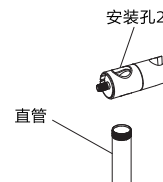

图2
- 然后将直管插入装配好后的锁紧套和花洒座安装孔2内 (见图2);